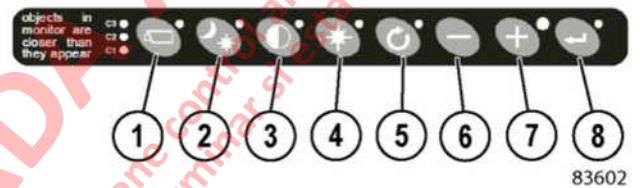

FIGURA 33-10. BOTONES DEL MONITOR
1. Coloque al monitor de la cámara en modo de servicio menú pulsando los botones (Figura 33-10 1, 6 y 7,) al mismo tiempo. El monitor mostrará una pantalla similar a la figura 33-11.
2. Navege por la barra resaltada a la fila con el nombre "System settings" mediante el uso de botones, (6, figura 33-10). Si en la última fila, pulse el signo minus nuevamente pondrá el punto resaltado de la fila superior.
1. Coloque al monitor de la cámara en menú de modo de servicio pulsando los botones 1, 6 y 7 (Figura 33-10,) al mismo tiempo. El monitor mostrará una pantalla similar a la figura 33-15.
1. Coloque al monitor de la cámara en menú modo de servicio pulsando los botones 1, 6 y 7 (Figura 33-10,) al mismo tiempo. El monitor aparecerá como se muestra en la figura 33-19.
1. Coloque al monitor de la cámara en modo menú de servicio pulsando los botones 1, 6 y 7, (Figura 33-10) al mismo tiempo.
- 1. Coloque al monitor de la cámara en menú modo de servicio pulsando los botones (1, 6 y 7 Figura 33-10) al mismo tiempo. El monitor aparecerá como se muestra en la figura 33-24.